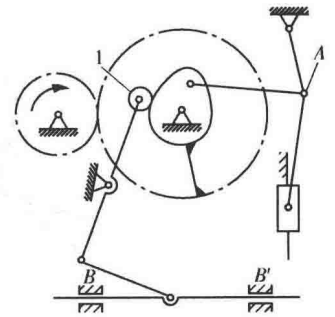

图 1-2-15 冲压机构
(7) 图 1-2-15 中, 滚子 1 处有一个局部自由度, A 处为三个构件汇交的复合铰链, 移动副 B、B' 的其中之一为虚约束。则该机构的自由度为